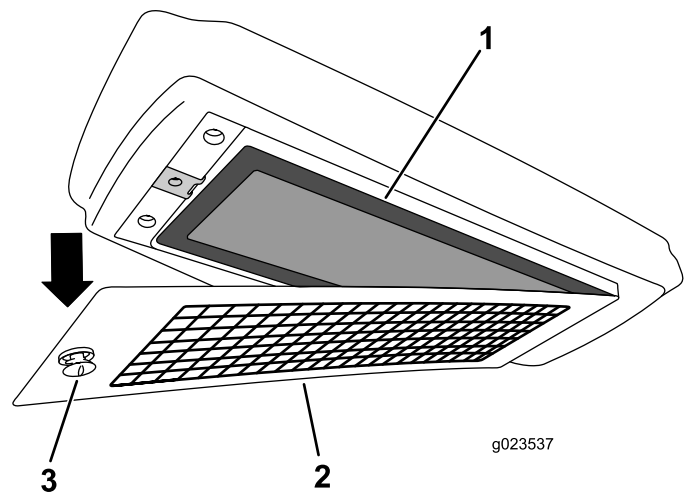

Figura 130
4. Retire el filtro de aire de la carcasa, y sustituya el elemento del filtro (Figura 130).